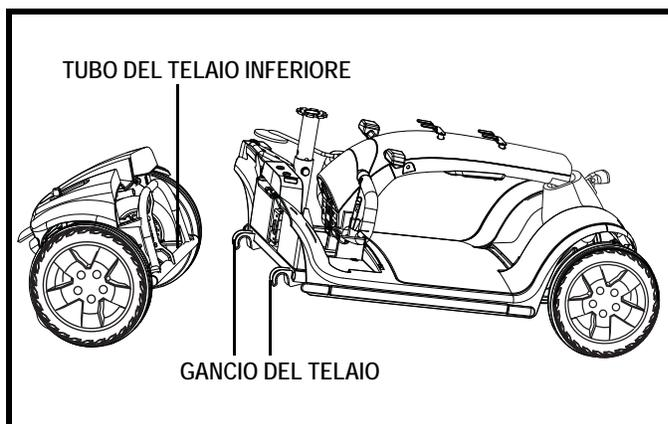

Figura 22. Separazione telaio
4. Sollevare la parte anteriore fino a quando i ganci del telaio della parte anteriore si separano da quella posteriore. **Vedere figura 22.**
5. Separare lentamente le due parti. **Vedere figura 22.**
1. Posizionare sezione posteriore e sezione anteriore dello scooter come da figura 22.